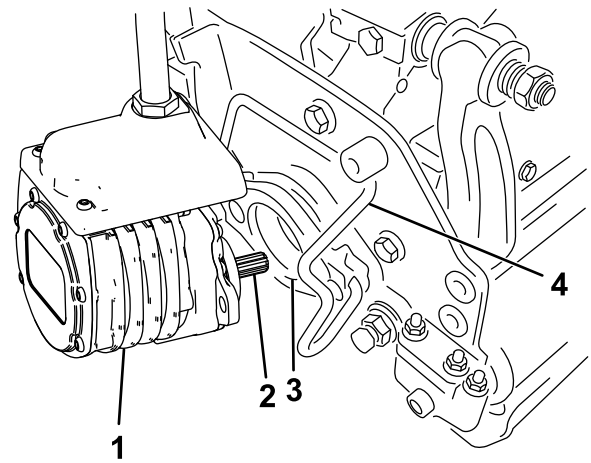

Bild 56
- Schmieren Sie die Keilwelle des Schneideeinheitmotors mit sauberem Fett ein (Bild 56).
- Setzen Sie den Motor in die linke Seite der Schneideeinheit (aus Sicht der Bedienerstellung) und ziehen Sie die Motorbefestigungsstange an der Schneideeinheit zum Motor, bis Sie einen deutlichen Klick von beiden Seiten des Motors hören (Bild 56).